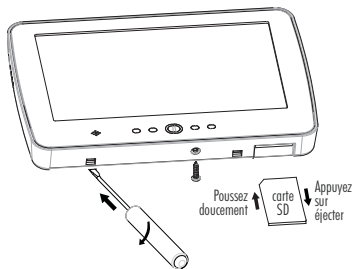

Figure 1 – Dépose de la plaque arrière.
1. Retirez la carte SD avant d'ouvrir l'écran tactile (voir la Figure 1).
**ATTENTION :** la carte mémoire SD doit être insérée dans le bon sens dans le lecteur (voir la Figure 1).